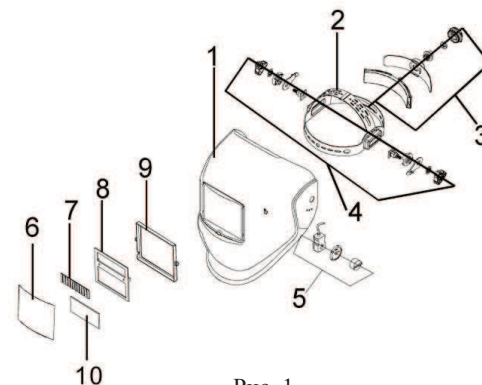

Рис. 1
4.1 Общий вид представлен на рис. 1
7.5.1 Выберите подходящий уровень затемнения с помощью регулятора **5** (рис. 1) в соответствии с конкретным видом сварки.